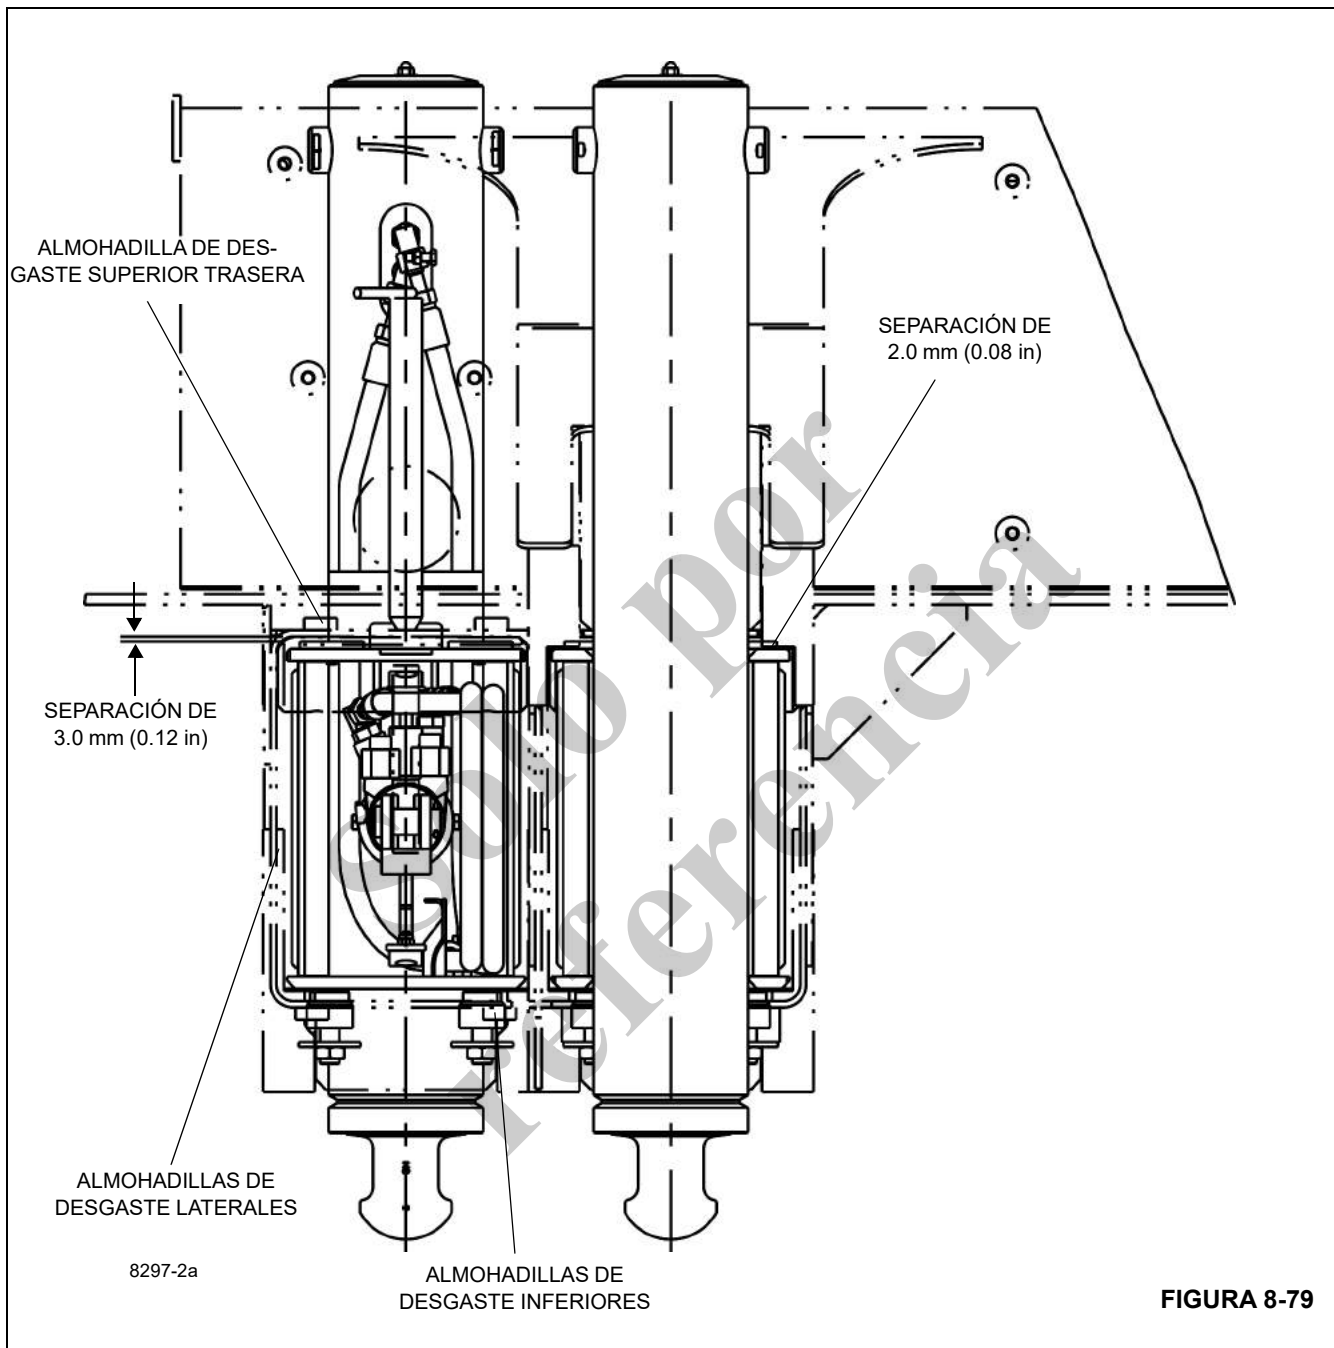

FIGURA 8-79
**NOTA:** Para ajustar las almohadillas de desgaste, consulte la Figura 8-79.